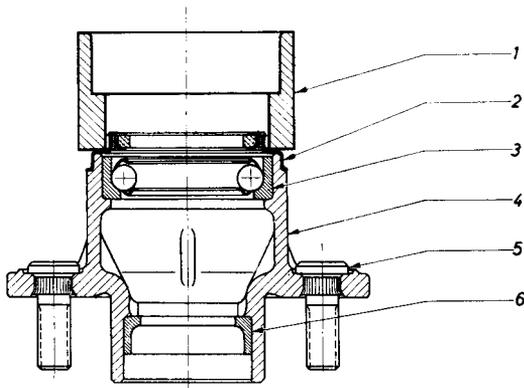

Bild 23 – Dichtring einpressen
6. Dichtring mit Aus- und Einziehuntersatz, der sich auf den Bund der Fassung auflegt, einpressen (Bild 23).